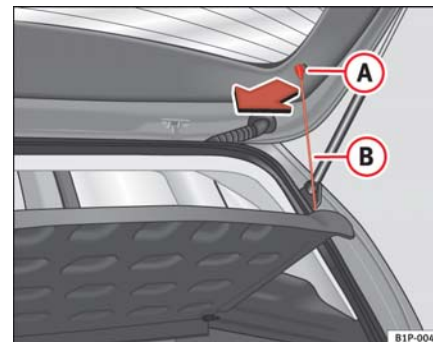

Fig. 104 Bandeja portaobjetos
- Desenganche los tirantes ⇒ fig. 104 (B) de los alojamientos (A)